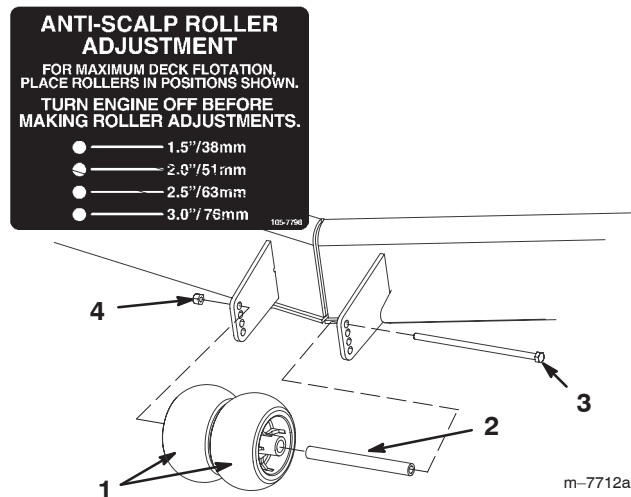

Figure 19
3. Lorsque la hauteur de coupe est réglée, enlevez l'écrou à collerette, la bague et le boulon (Fig. 19).
4. Choisissez le trou qui convient pour que les galets centraux se trouvent le plus près possible de la hauteur de coupe correspondante voulue (Fig. 19).
5. Posez les galets centraux, la bague, l'entretoise, le boulon et l'écrou (Fig. 19).